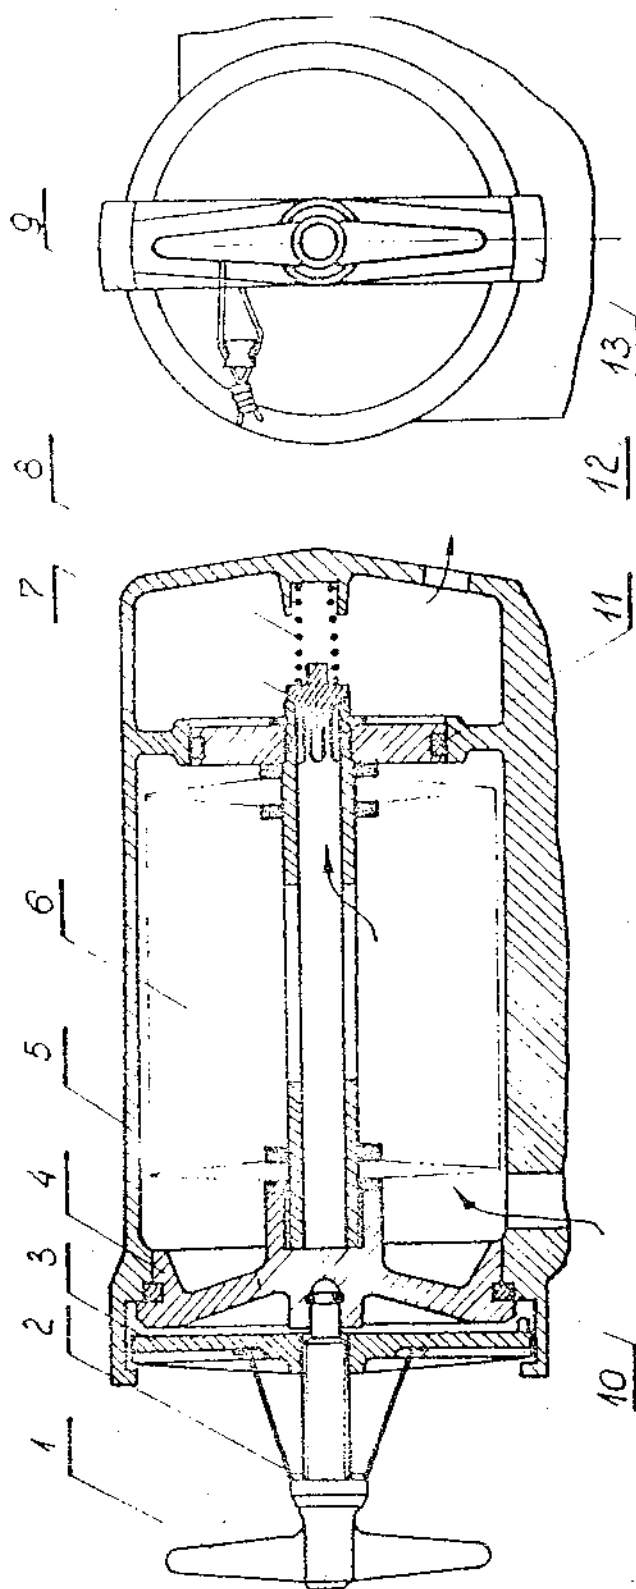

Рис. 7.1. Маслофильтр
12. Замена маслофильтра (рис. 7.1.)